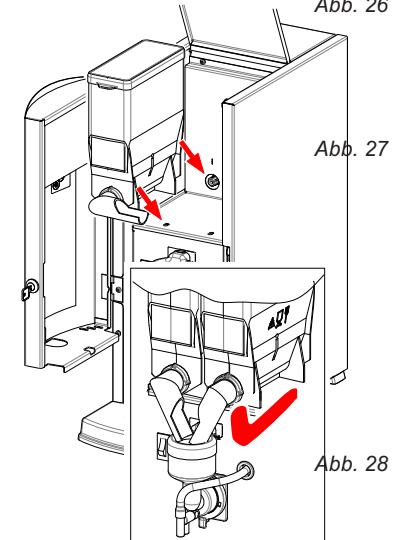

Abb. 27
- Setzen Sie den (die) Behälter wieder in der richtigen Reihenfolge ein. Achten Sie darauf, dass die Antriebsbuchse des Behälters über das Zahnrand in die Rückwand fällt und dass die Fixiernocke unter dem Auslauf in die Platte einrastet (Abb. 27).